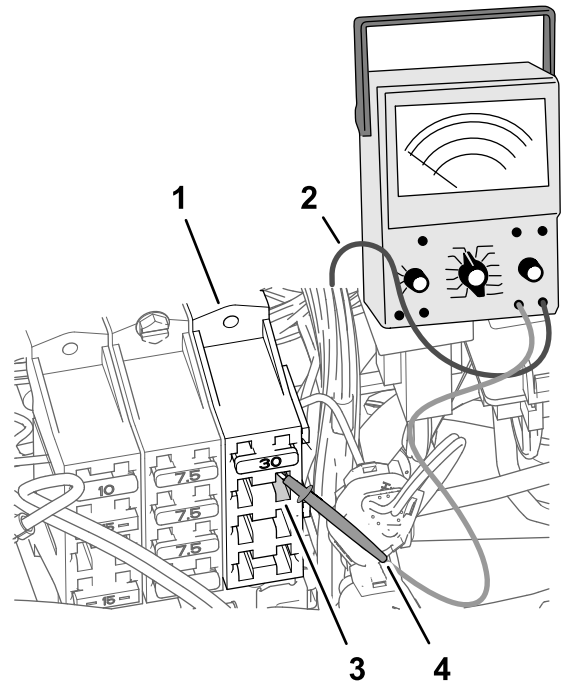

图 187
2. 如 图 187 所示在机器的保险丝盒 3 将万用表探针插入保险丝槽 2 的触点 4 右柱。